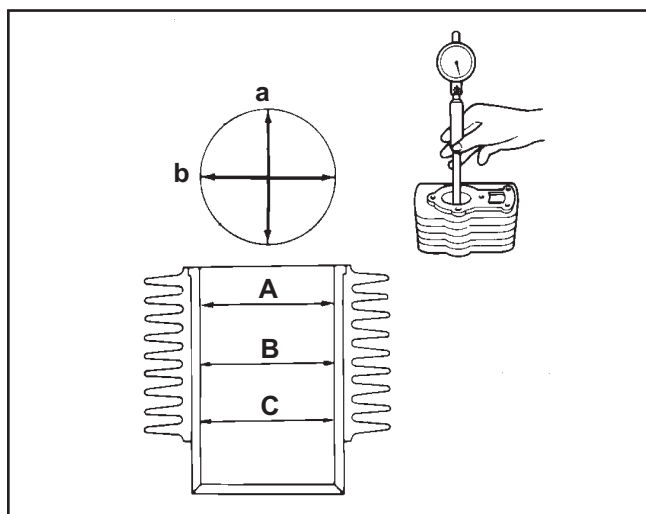

Figure 10-6. Mesurer le trou du cylindre.
Vérifier le trou du cylindre pour tout signe d'usure, d'éraflures ou de rayures verticales. Dans les cas sérieux, le carburant non brûlé peut causer l'éraflure et la rayure de la paroi du cylindre, en éliminant les huiles de graissage nécessaires du piston et de la paroi du cylindre. Quand le carburant pur coule le long de la paroi du cylindre, les segments de piston sont en contact direct avec la paroi (contact métal à métal). Les éraflures sur la paroi du cylindre peuvent aussi être causées par des points chauds locaux dus à un blocage des ailettes de refroidissement ou à une lubrification contaminée ou inadéquate. Mesure le trou du cylindre à l'aide d'un micromètre intérieur ou d'un calibre télescopique. Voir la figure 10-6. Comparer les mesures aux spécifications dans la section 1.
4. Une fois le réalésage terminé, contrôler la rondeur, la conicité et la taille du trou. Utiliser un micromètre d'intérieur, un calibre télescopique ou un calibre spécial pour effectuer les mesures. Les mesures doivent être prises sur trois différents points du cylindre : en haut, au centre et en bas. Deux mesures doivent être effectuées (perpendiculaires l'une par rapport à l'autre) sur chacun de ces trois points. Voir la figure 10-6.